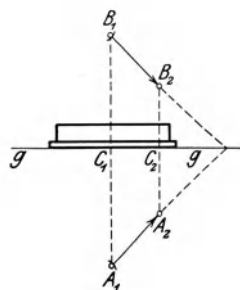

Fig. 117.
n) Zieh durch  $A_1$  (Fig. 117) einen Pfeil  $A_1A_2$  von  $\sim 5$  cm Länge, der mit  $g$  einen Winkel von  $\sim 60^\circ$  bildet, und wiederhole